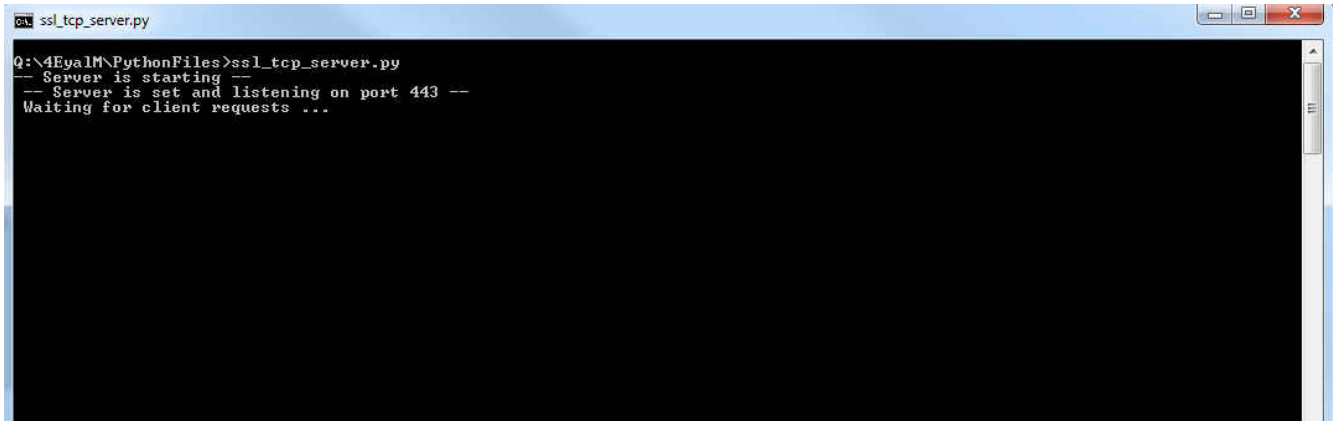

图 2-2. 运行命令
4. 打开命令行终端并运行脚本，如图 2-2 所示。确保 PC 与 SimpleLink™ 器件连接至同一 AP。